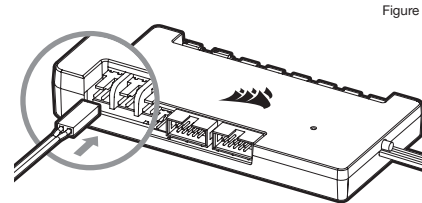

Figure 4
5. Connect the XD5 RGB's temperature sensor into temperature Port #1 on your CORSAIR iCUE Commander PRO (Figure 4).
5. Connectez la sonde de température du XD5 RGB au Port Température n°1 sur votre CORSAIR iCUE Commander PRO (Figure 4).